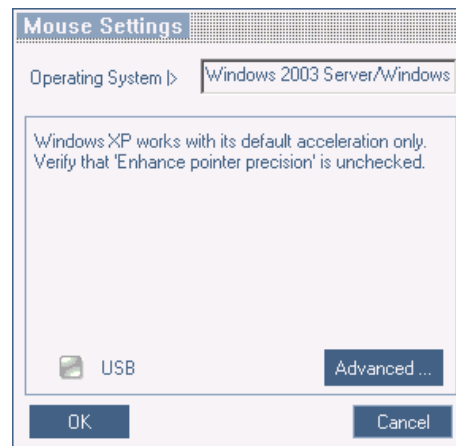

Figure 21 : Fenêtre des paramètres de la souris
1. À partir de la barre d'outils. Cliquez sur  puis sur **Manual Settings**. La fenêtre des paramètres de la souris (Mouse Settings) apparaît, voir Figure 21.